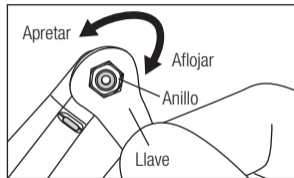

Fig. 10
- 1) Afloje el anillo y extraiga el engranaje impulsor.(Fig.10)